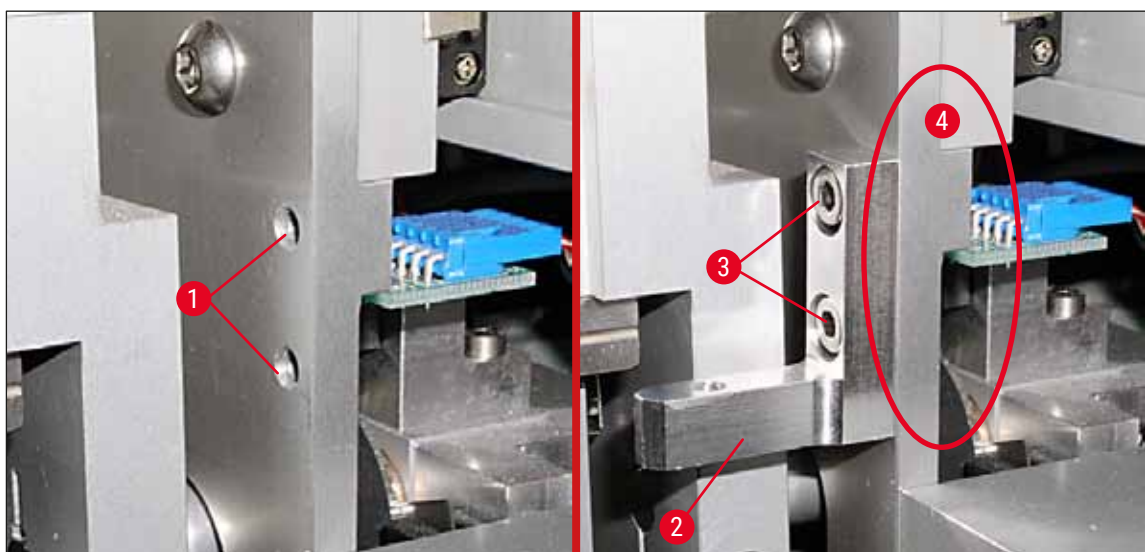

Bild 21
2. Fäst först fästbygeln (→ Bild 21-2) i hålen (→ Bild 21-1) i kåpens vägg (→ Bild 21-4) med de båda skruvarna (→ Bild 21-3). Kontrollera att fästbygeln är parallell mot kanten av kåpens vägg (ellips, (→ Bild 21)).
2. Om kanten av preparatglaset tar i locket på borsthållaren kan du göra en finjustering efter det att du har lossat skruvarna (→ Bild 21-3) i kåpens vägg (→ Bild 21). Justeringen gör du genom att utnyttja det spel som finns i hålen.